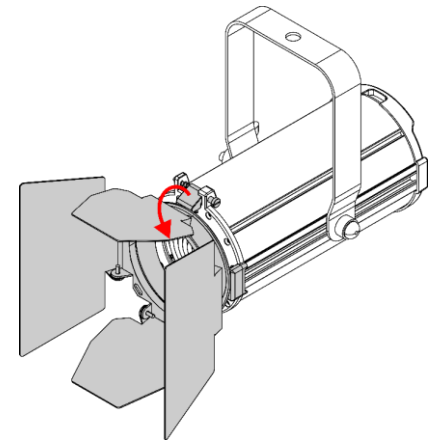

Fig. 09
- 03) Tire del **clip para el soporte de filtros de colores (02)** hacia abajo para soltar el **tornillo con resorte (01)** (véase la Fig. 09). El Barndoor quedará sujeto en su lugar.